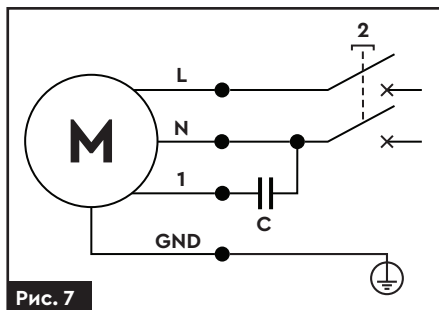

Рис. 7
6.2. Під'єднання до мережі $U 1 \sim 230 \pm 10\% \text{ В}$ (рис. 7)